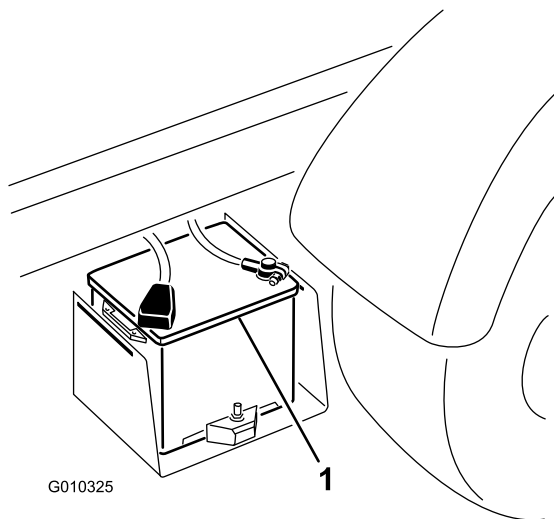

Figura 50
2. Conecte un cable de batería entre los bornes positivos de las dos baterías (Figura 50). El borne positivo está identificado con un signo + en la tapa de la batería.